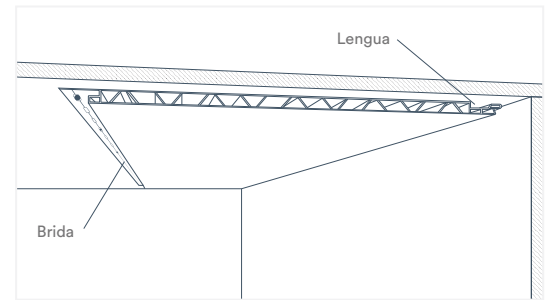

Fig. 7
1. Corte la longitud del primer panel para la primera hilera. Coloque el panel de manera que la brida del tornillo apunte en dirección opuesta a la pared (Fig. 7). Asegúrese de que el panel esté paralelo a la pared exterior antes de fijarlo. Mida cada extremo y, si las medidas son iguales, el panel está paralelo.